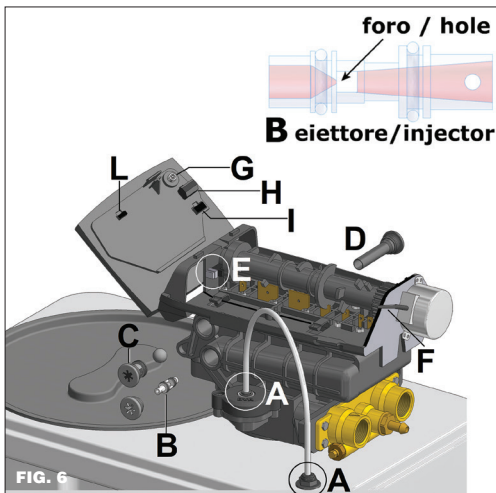

FIG. 6
**LEGENDA Fig. 6:**
**LEGEND Fig. 6:**